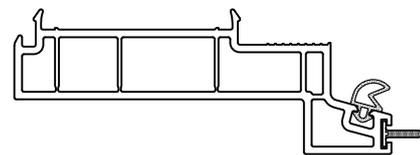

Abb. 3 Deckleiste 2881 horizontal mit Dichtung G031 und G045.1
- Dichtung **G031** einziehen und die Enden am Profil verkleben (Dichtungslage beachten! (Abb.3)